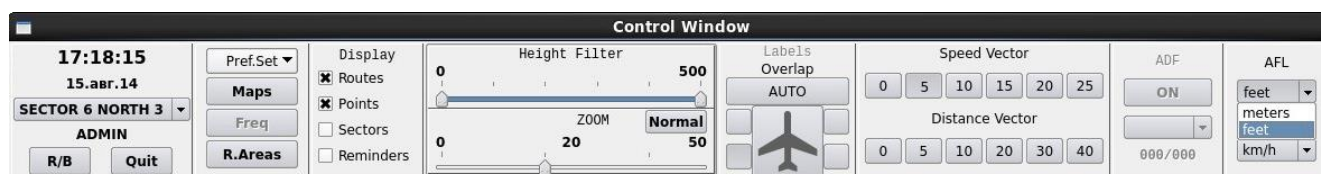

Рисунок 5.14 – Пример *панели*
5.3.8. **Панель** (рисунок 5.14) представляет собой вариант окна с фиксированными размерами, в котором сгруппированы элементы управления выполнением определенной задачи (элементы отображения хода выполнения определенной задачи) или группы задач.